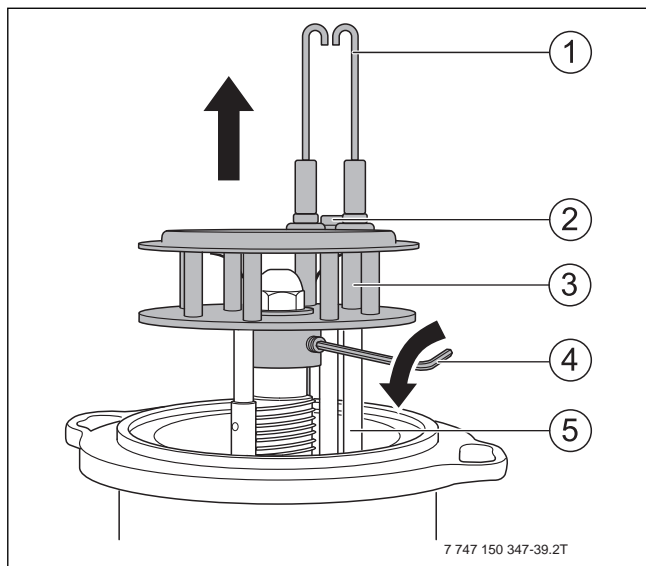

Рис. 36 Демонтаж смесительной системы
- ▶ Отверните винт (рис. 36, [2], стр. 21) между запальными электродами.
- ▶ Демонтируйте запальные электроды (рис. 36, [1], стр. 21).
- ▶ Закрепите смесительную систему стопорным винтом (→рис. 36, [4], стр. 21).